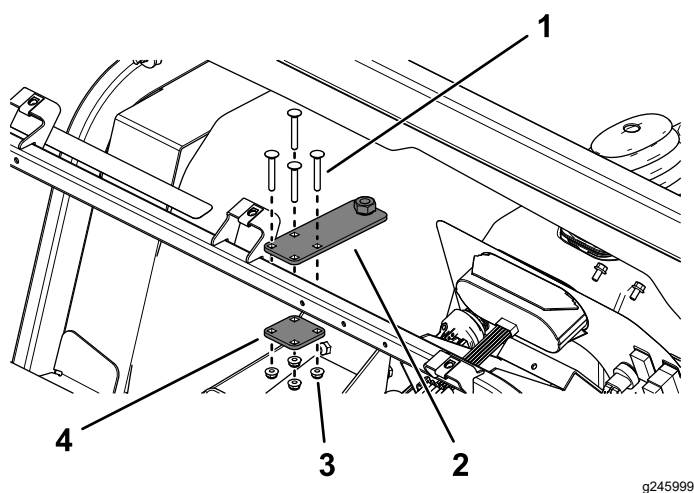

Рисунок 36
2. Установите регулировочную пластину и опорную пластину на опорную трубу приборной панели с помощью 4 каретных болтов ( $\frac{1}{4} \times 1\frac{3}{4}$  дюйма) и фланцевых гаек ( $\frac{1}{4}$  дюйма), как показано на Рисунок 36.